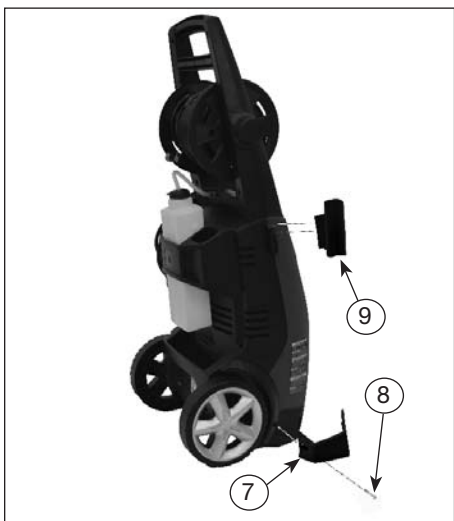

Figura 9 - Sólo PW1835
1. Deslice el gancho superior de la pistola (9) en la unidad (ver la figura 9).
2. Gire el gancho inferior (7) en la ranura de la unidad.